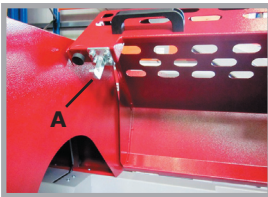

Abb. 11
Achten Sie beim Schließen der Schutzhaube darauf, dass der Einrasthaken (A) richtig eingerastet ist (Abb. 11). Erst dann kann die Säge wieder geschwenkt und mit dem Arbeiten begonnen werden.